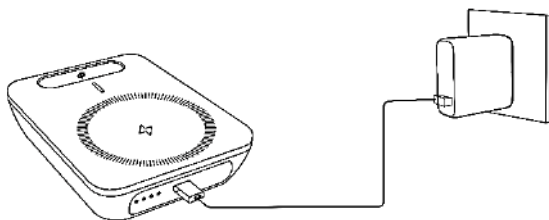

Рисунок 14. Схема заряджання павербанка від побутової мережі змінного струму.
5.2.5.2 Заряджання павербанка від побутової мережі змінного струму (рис.14).